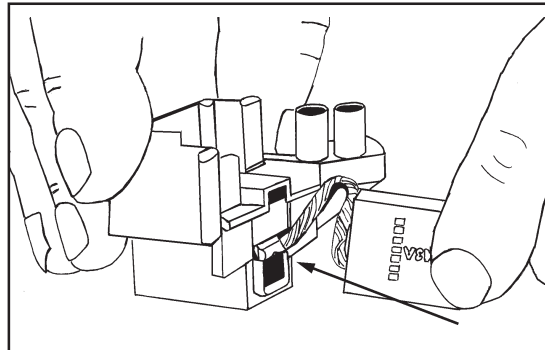

Figura 16
7. Para colocar una escobilla de carbono nueva, tome el terminal sobre el cable de desviación junto al resorte y la guía del soporte de la escobilla. Tenga cuidado para no dañar el resorte. Consulte la figura 16.